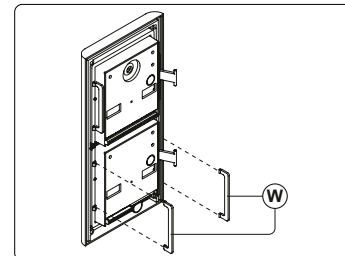

Fig. 9
Inserire i fermi anti-effrazione (W) come mostrato in Fig. 9.